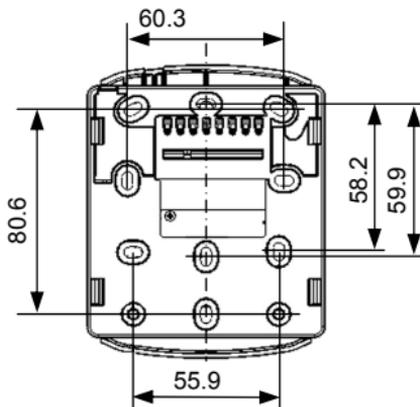
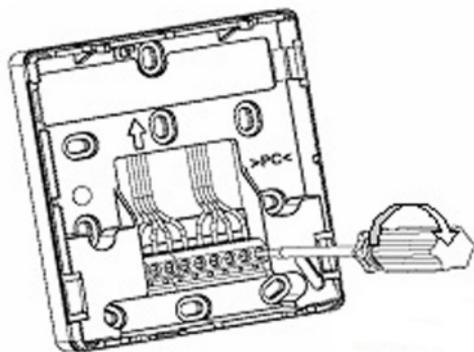

Bild 2 Montageabmessungen
Bild 3 Anschließen der Drähte an Schraubklemmen
- (1) Vier Löcher gemäß Bild 2 markieren.
- (2) Löcher mit dem korrekten Durchmesser für Dübel bohren.
- (3) Abdeckung von der Basis entfernen und
- (4) Basis mit Schrauben mit dem korrekten Durchmesser befestigen.
- (5) Basis an einem Klemmkasten oder einer anderen Halterung befestigen.
- (6) Strom- und Signalkabel durch die rechteckige Öffnung in der Basis führen.
- (7) Kabel an den Klemmen auf der Basis gemäß Bild 3 anschließen.